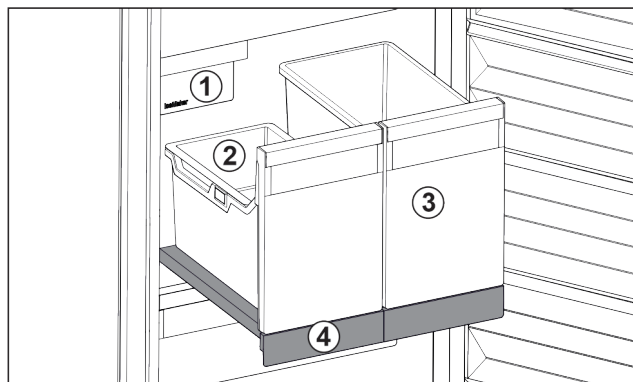

Fig. 168 Витяжна панель IceTower
На витяжній панелі є два високих резервуари(IceTower). В резервуарі Fig. 168 (2) кубики льоду з IceMaker збираються та зберігаються. Резервуар Fig. 168 (3) придатний для зберігання високих харчових продуктів, таких як піца та алкогольні напої.